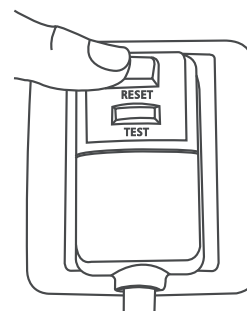

Figure 1
3. Appuyez sur le bouton « RESET » (réinitialiser). Un clic se fera de nouveau entendre au blocage du bouton. (Voir Figure 1)